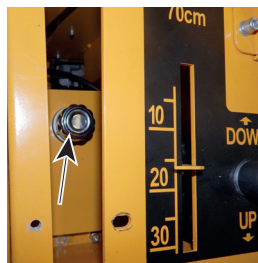

рис.17
- Откройте крышку бачка, расположенную под панелью управления (рис. 17).